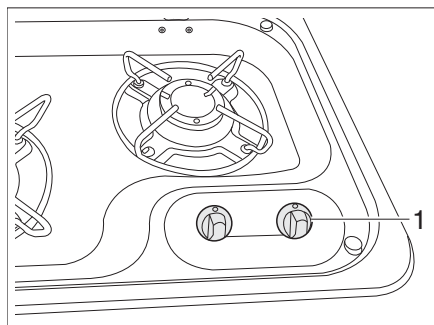

Fig. 108 Boutons de commande pour le réchaud à gaz
- Tourner le bouton tournant (Figure 108,1) du brûleur désiré en position d'allumage (grande flamme).
- Tourner le bouton tournant (Figure 108,1) sur la position 0. La flamme s'éteint.